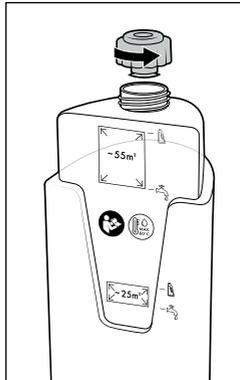

Fig. 7
- ◆ Dé la vuelta al depósito de agua limpia ① y desenrosque el tapón de cierre (consulte la fig. 7).